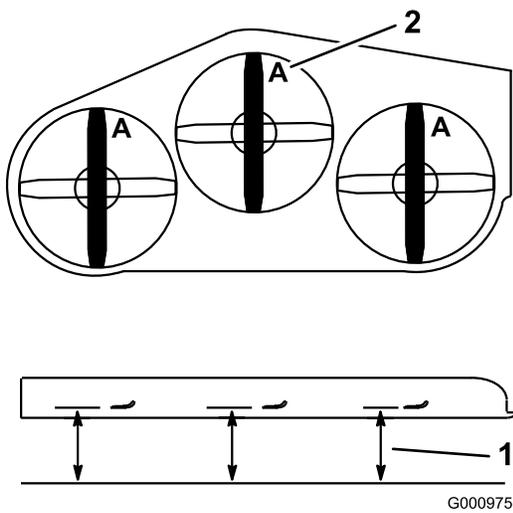

Figure 95
3. Tournez les lames dans le sens longitudinal (Figure 95).
4. Mesurez la distance entre la surface plane et le tranchant (position A) des lames (Figure 95).